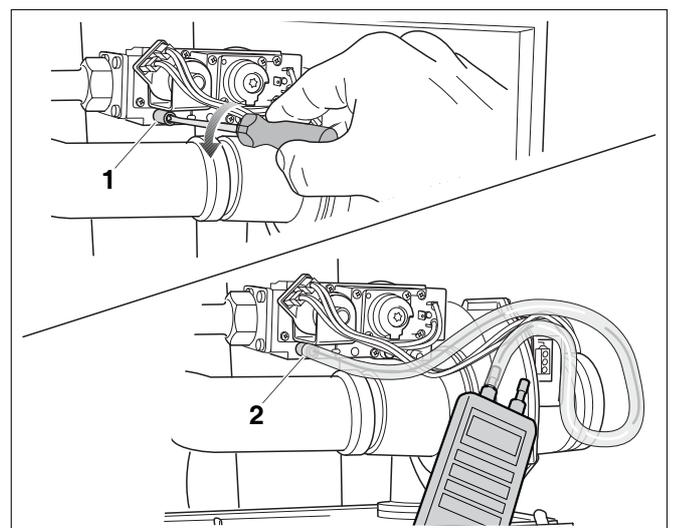

Fig. 63 Misurazione della pressione di rete
- Allentare di 2 giri la vite di chiusura della presa di pressione di collegamento gas e dello sfiato dell'aria in ingresso (fig. 63, **pos. 1**).
- Collegare il tubo del manometro di misurazione della pressione al morsetto positivo della presa di pressione (fig. 63, **pos. 2**).